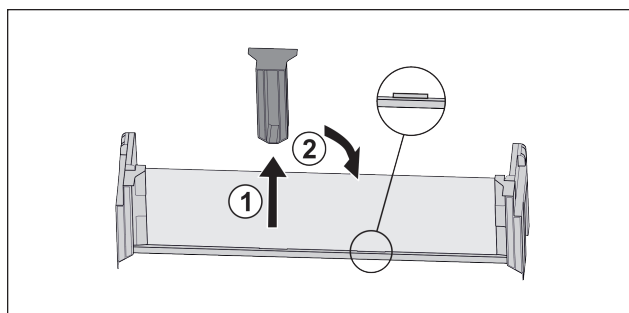

Fig. 83\*
- ▶ Retirar la pieza de sujeción central Fig. 83 (1).\*
- ▶ Colocar la pieza de sujeción central en la segunda posición Fig. 83 (2).\*